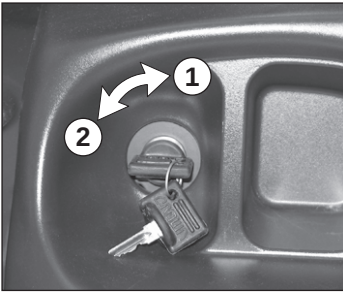

Fig. 14 Nøgleafbryder
1. Drej nøgleafbryderen over på TÆND 1 (se fig. 14).
1. Drej nøgleafbryderen over på SLUK 2 (se fig. 14).